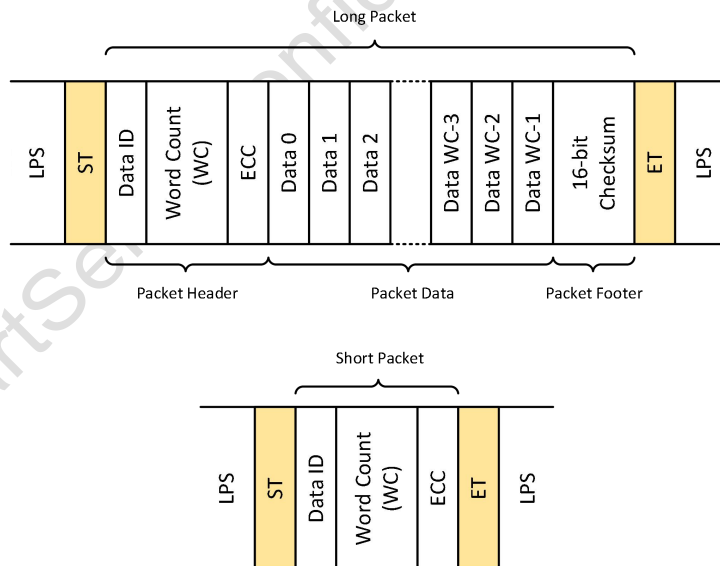
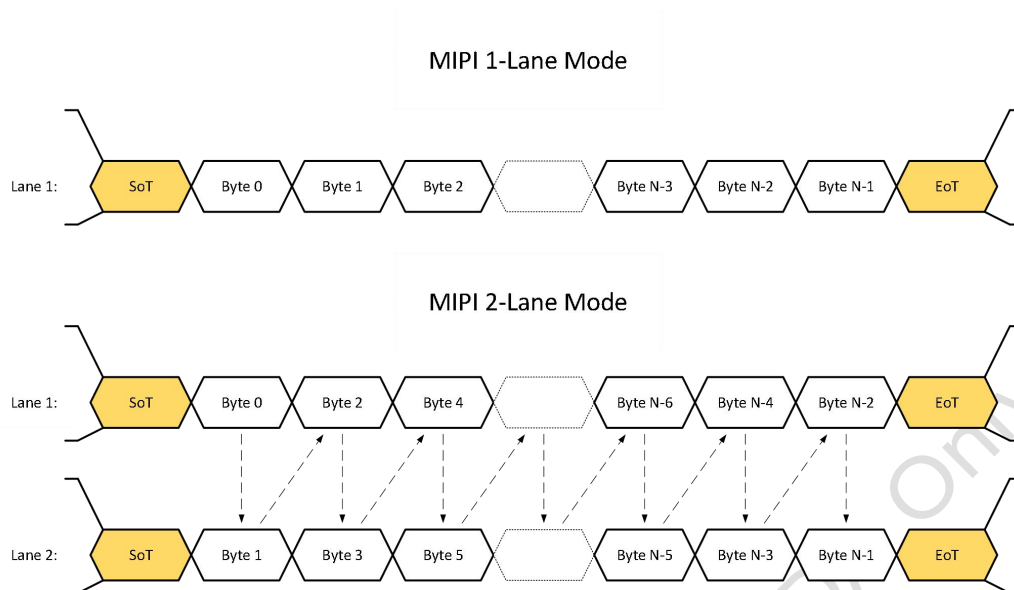
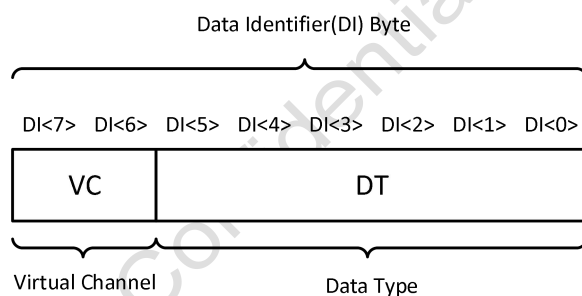

图 1-8 MIPI 长/短数据包结构示意图
图 1-9 MIPI 1/2 lane 模式数据包传输示意图
图 1-10 MIPI 数据包 DI 结构
图 1-8 展示了 MIPI 长、短数据包结构示意图。其中数据标识 DI(Data Identifier)用来区分不同的数据包类型。图 1-9 展示了 MIPI 工作在 1lane 和 2lane 模式下的数据包传输示意图。图 1-10 中，DI 包括两部分，分别是虚拟通道 (VC) 和数据类型 (DT)。默认情况下，Sensor 给出的 MIPI 数据 VC 值都是 0，而 DT 值如表 1-7 所示。